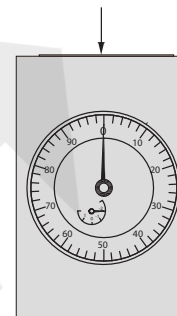

Fig.2
2. Antes de utilizarlo, es necesario ponerlo a cero. Presione la superficie superior; la aguja corta debe apuntar a -2 y la aguja larga a cero. Si hay una ligera desviación, gire el bisel hasta que la aguja larga apunte a cero (fig. 2). Es necesario comprobar periódicamente si el cero está correctamente ajustado.